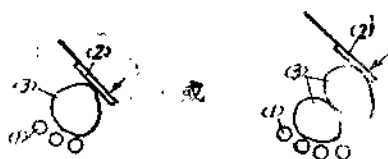

图 1 橡子挤压过程
- 图 1 橡子剥壳机总图
这种机器的剥壳原理是通过挤压过程来实现的，簡图如下(图1)。挤压过程有二种情况：一种情况是橡子(3)落在滚子(1)中，由於括板(2)到滚子之间的距离小于橡子的直径，因此通过括板(2)的轉动就把橡子壳挤碎。另一种情